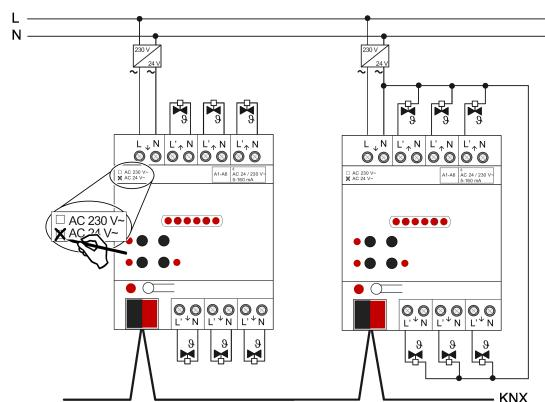

Figura 4: Conexión para accionamientos reguladores AC 24 V
- Conectar los accionamientos reguladores AC 24 V según el plano de conexiones (véase figura 4). Es posible conectar los accionamientos reguladores individualmente y directamente a los terminales de las salidas del actuador de calefacción (ejemplo de conexión izquierda) o alternativamente a través de un conductor común (ejemplo de conexión derecha).